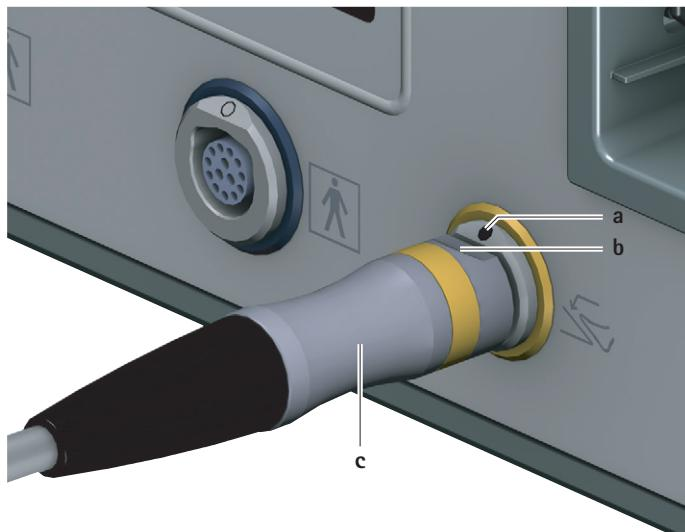

Рис. 2 Подсоединение блока ножного управления
- ▶ Выровнять штекер блока ножного управления **c** так, чтобы маркировка **b** на штекере соответствовала маркировке **a** на гнезде блока ножного управления **6**, см. Рис. 2.
- ▶ Вытянуть штекер блока ножного управления с из гнезда блока ножного управления 6, см. Рис. 2.